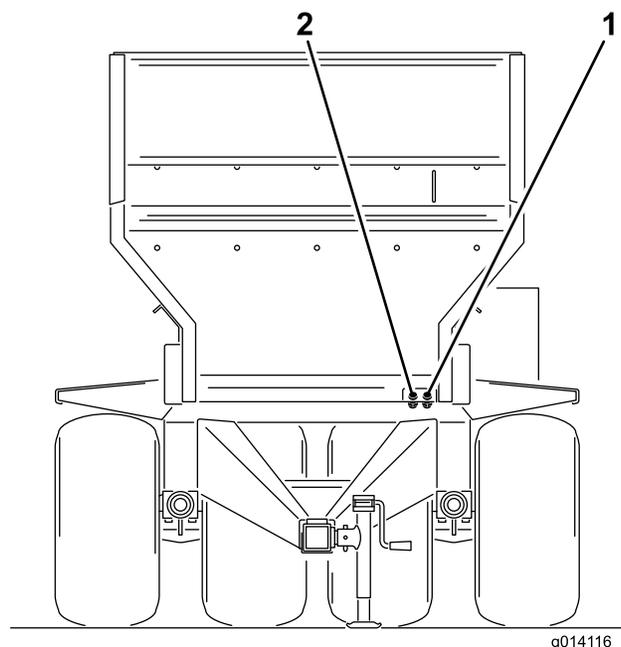

Рисунок 17
6. Подсоедините два гидравлических шланга от разбрасывателя МН-400 к буксирной машине. Подсоедините правый (при взгляде на машину спереди) шланг к стороне нагнетания, а левый шланг – к стороне возврата (Рисунок 17). Возвратный шланг оснащен встроенным обратным клапаном. Стрелка на обратном клапане должна быть направлена в сторону подключения возврата на буксирной машине.